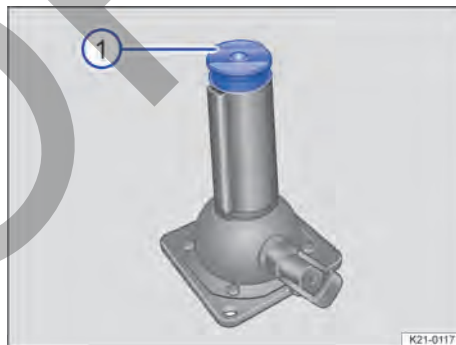
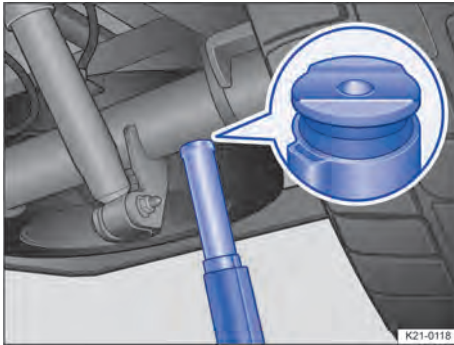

Fig. 207 Rebaje en el crique.
Fig. 208 Colocar el crique debajo del eje trasero.
Para evitar que el vehículo resbale al elevarlo, hay que colocar el crique debajo del punto de apoyo de manera que uno de los rebajes → Fig. 207 ① quede longitudinalmente justo en el centro del eje trasero → Fig. 208.